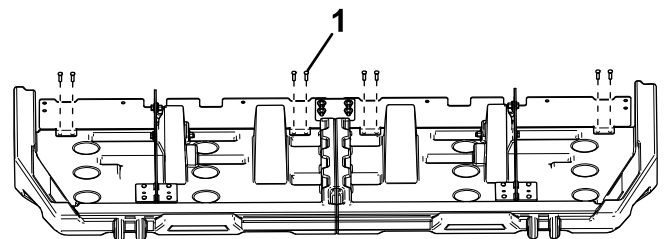

**Bild 10**
11. Wenden Sie die Abdeckung, dass die Innenseite nach oben zeigt. Mitteln Sie nun das mittlere Materialblech an der Mitte der Abdeckung aus (Bild 9). Befestigen Sie für einen Streuer des Typs VBX 8000/9000 das mittlere Materialblech mit vier Zugschrauben an der Abdeckung (Bild 10).
12. Richten Sie die äußeren Materialbleche so aus, dass die Schienen sich mittig in den Aussparungen der Materialbleche befinden (Bild 9 und Bild 10).